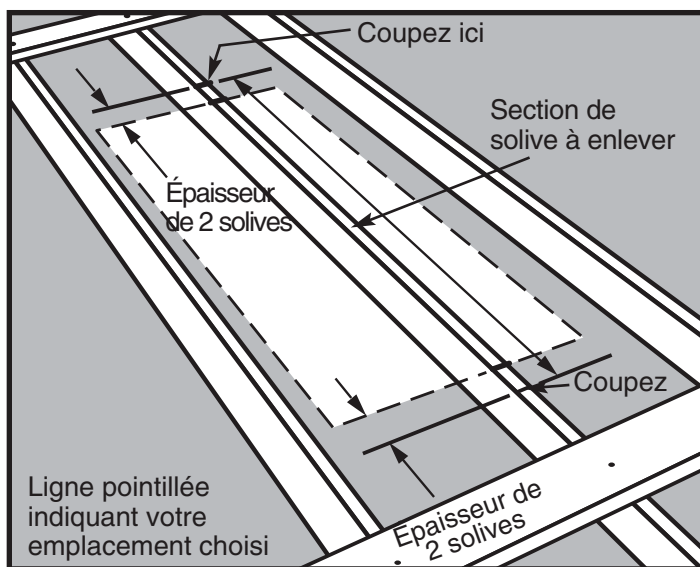

Figure 10
Étape 4. Déterminez l'endroit où couper la ou les solive(s). La Figure 10 montre où marquer la/les solive(s) traversant votre emplacement choisi.